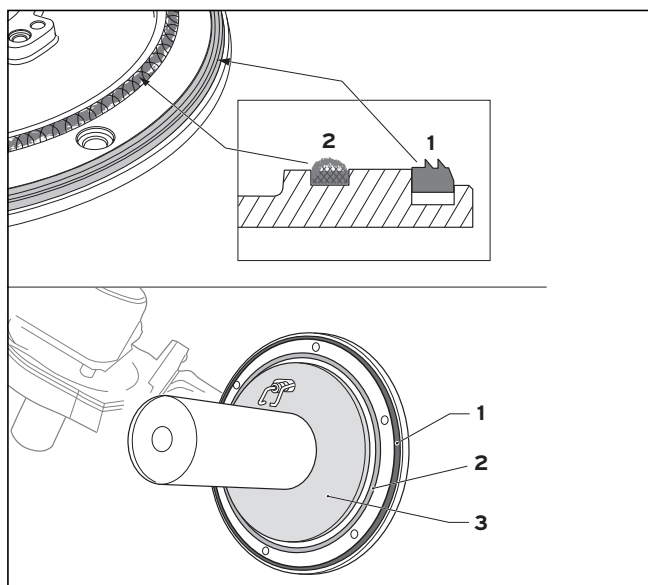

Fig. 7.2 Verificarea garniturilor și a izolației flanșei arzătorului
Garnitura din silicon (1) și șnurul de silicat (2) de la modulul termocompact (fig. 7.2) (nr. piesă de schimb 180904) trebuie să fie înlocuite la fiecare lucrare de întreținere. Izolația flanșei arzătorului (3) de la modulul termocompact (nr. piesă de schimb 180913) nu are voie să prezinte nici o deteriorare; în caz contrar, aceasta trebuie să fie de asemenea înlocuită.